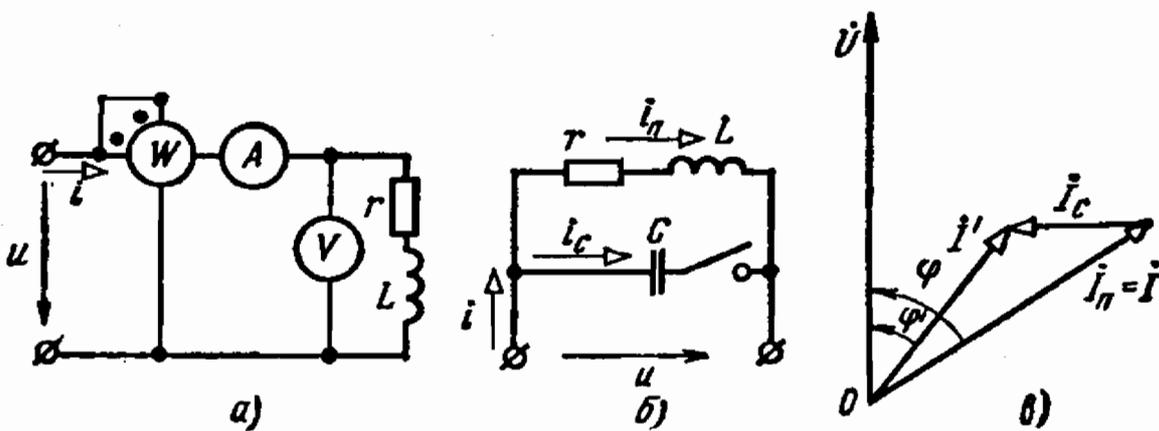

Рис. 4.21
4.21. В цепи схемы рис. 4.21, а приборы показывают: ваттметр — 1200 Вт, амперметр — 11 А, вольтметр — 220 В.
Решение. До улучшения коэффициента мощности (рис. 4.21, а)
После улучшения коэффициента мощности (рис. 4.21, в) активная составляющая общего тока остается без изменения, поэтому
Ток батареи конденсаторов (рис. 4.21, б)